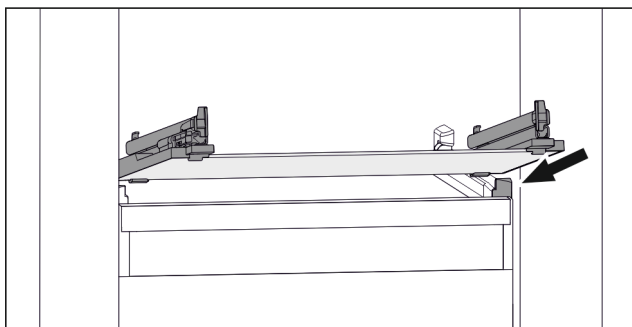

Fig. 31 Exemple de représentation de la tablette en verre
- Placer la tablette en verre, en l'inclinant, derrière les butées. (voir Fig. 31)